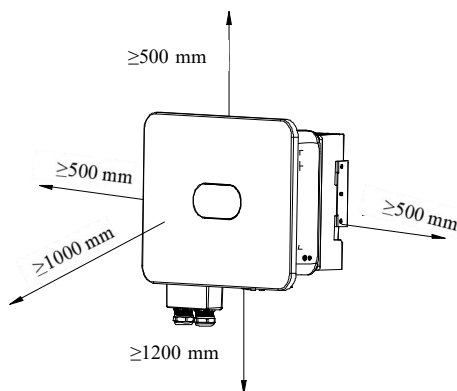

Abbildung 4.4 Installationsabstände
(2) Lassen Sie ausreichend Platz um den Wechselrichter herum, um die Luftzirkulation und die zukünftige Handhabung zu erleichtern (siehe Abbildung 4.4).